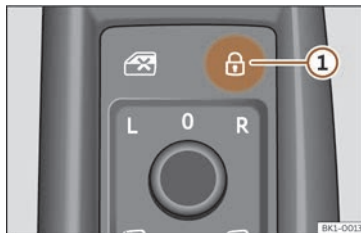

Fig. 85 A la porta del conductor: commutador del tancament centralitzat.
- Bloquejar: premeu el botó  >>> fig. 85.
- Desbloquejar: torneu a prémer el botó  >>> fig. 85.